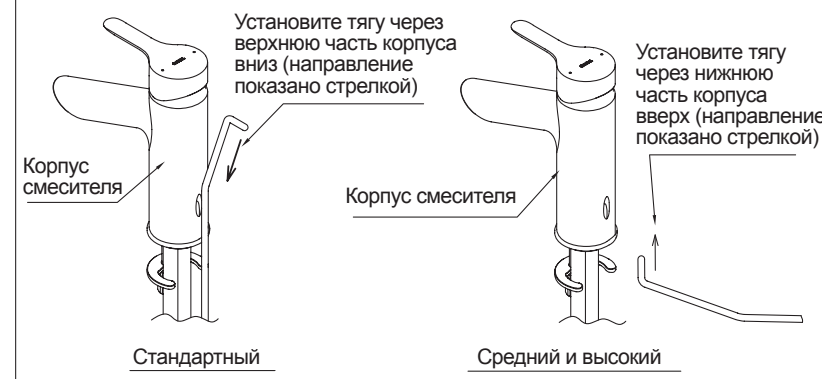

Рис. 2 (Установка тяги)
- (2) Установите тягу в корпус. Способ установки показан на рис. 2.
- (3) Отрегулируйте корпус так, чтобы он был установлен своей передней частью вперед; затем закрепите смеситель на раковине с помощью крепежной пластины, крепежной гайки и пружинной шайбы с нижней стороны.
- (4) Подсоедините гибкий шланг с красной линией к трубе подачи горячей воды, а гибкий шланг с синей линией к трубе подачи холодной воды.